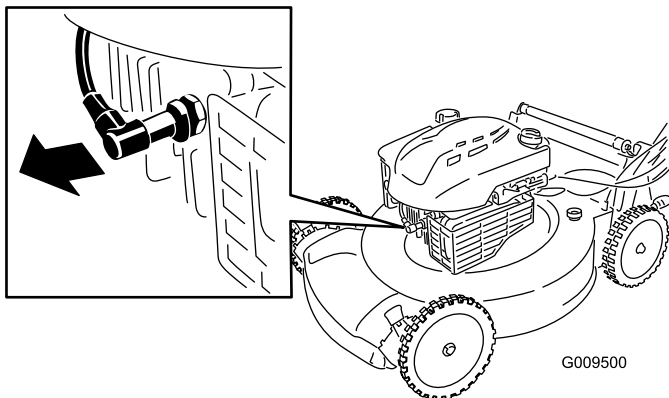

Figure 15
- Débranchez la bougie (Figure 15) avant de procéder à un quelconque entretien.